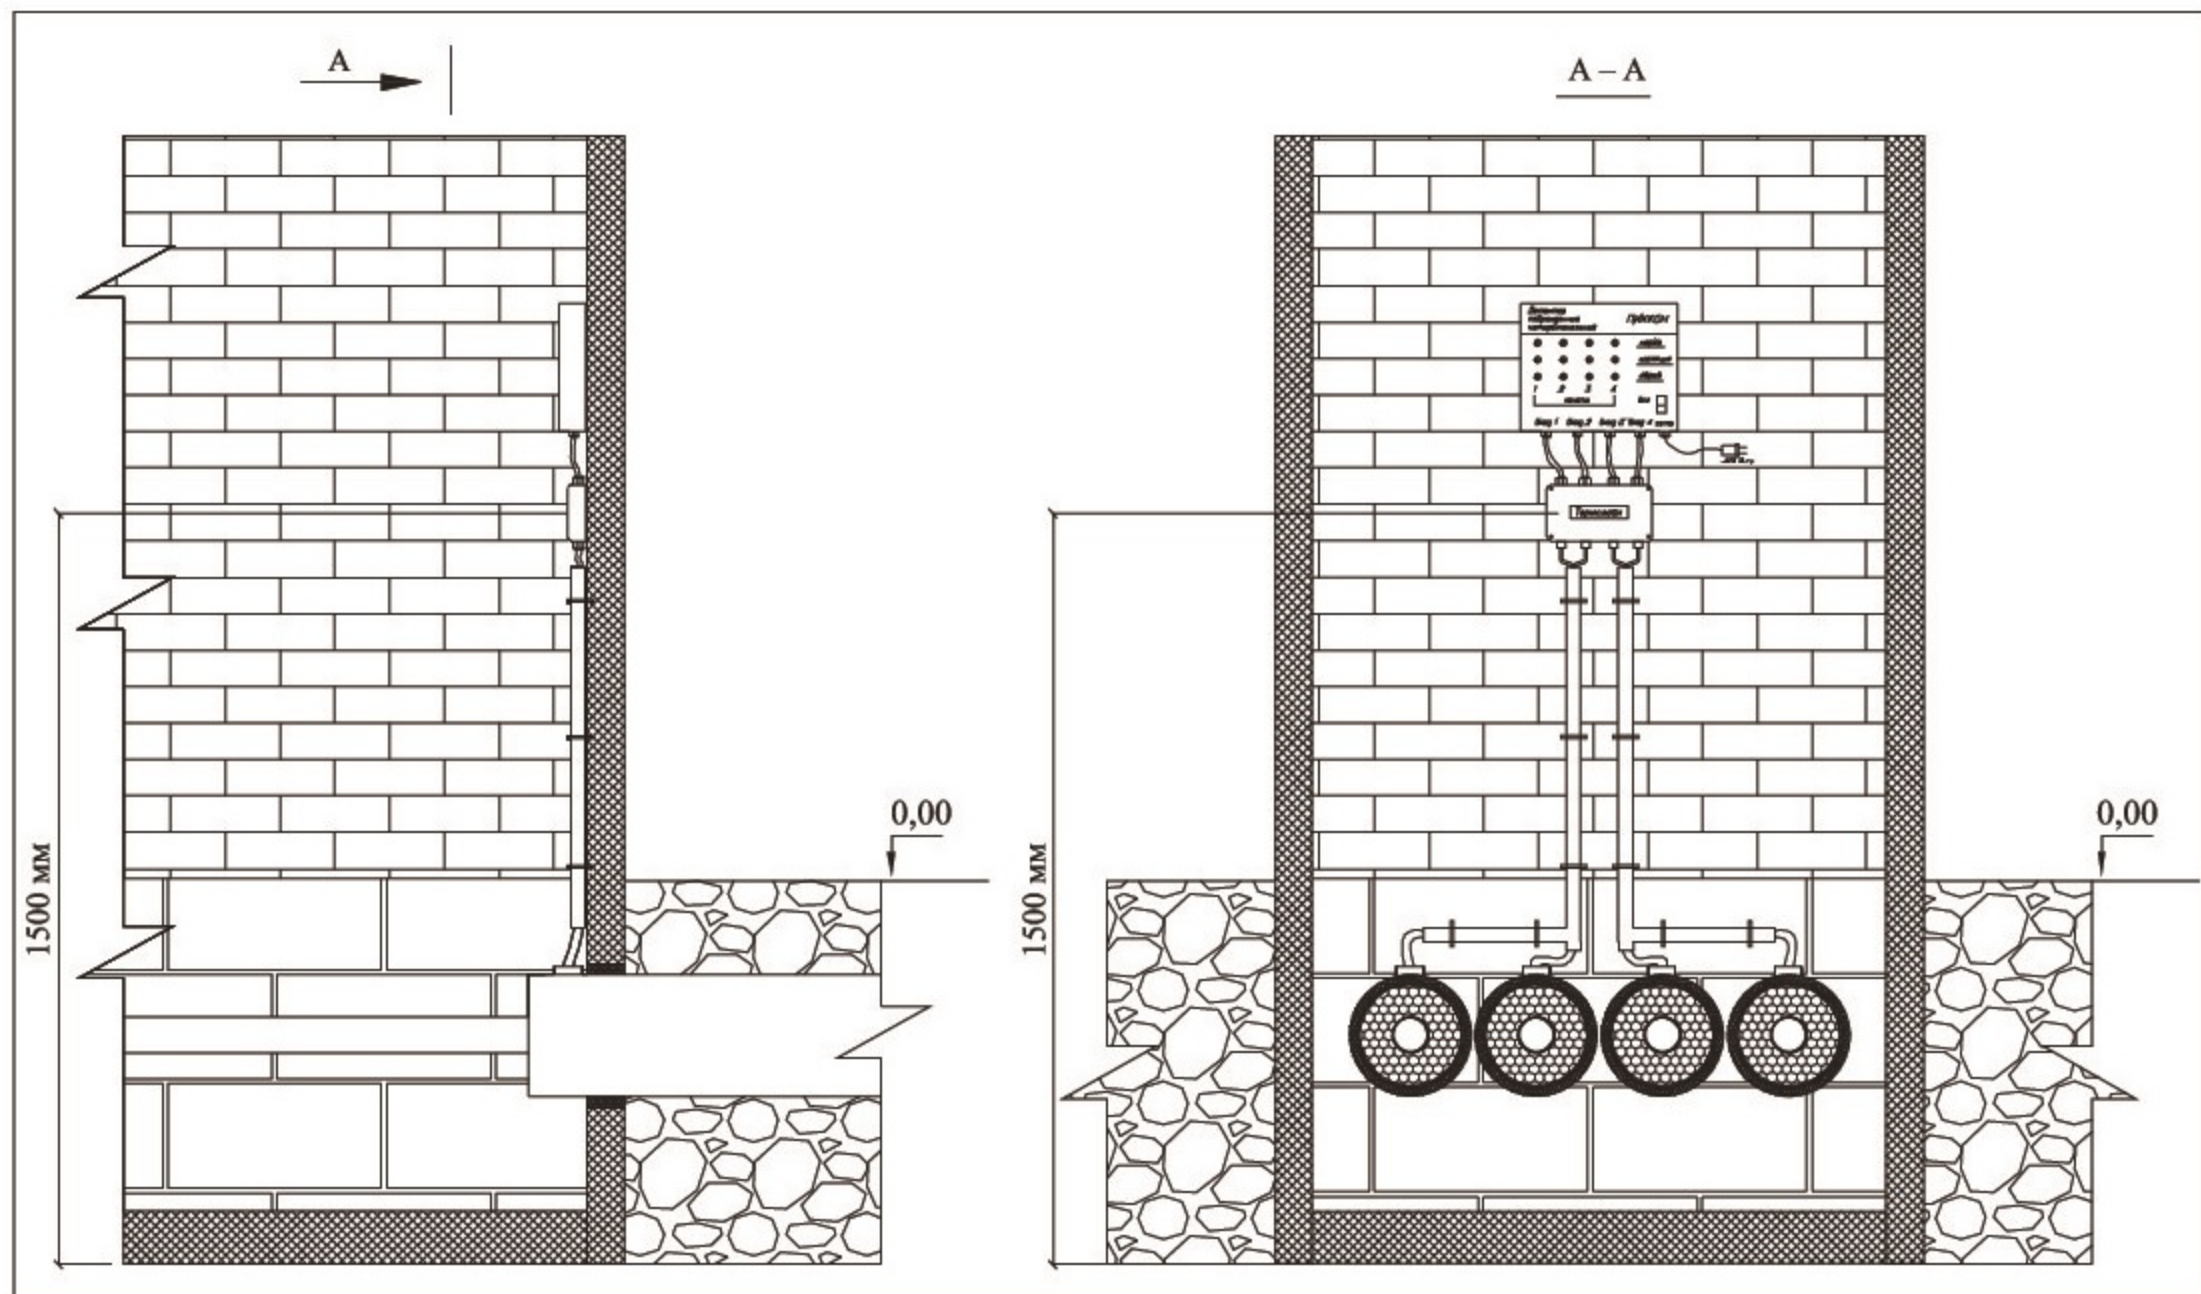

Рис. 10 Установка терминала на стене здания
10. При установке терминала внутри помещения (**Рис. 10**), просверлить в стене здания два отверстия (диаметром 6 мм и глубиной 30 мм) на уровне предполагаемого крепления терминала (H~1,5 метра от пола).